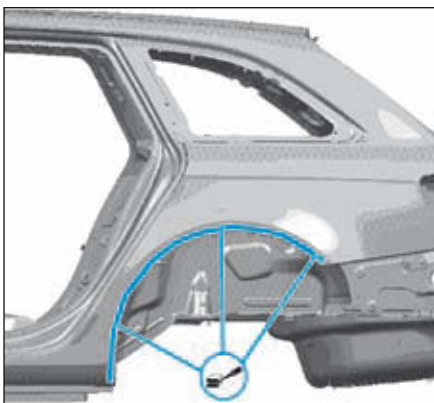

FIG.124
- Appliquer de la colle au niveau du passage de roue arrière (Fig.124).